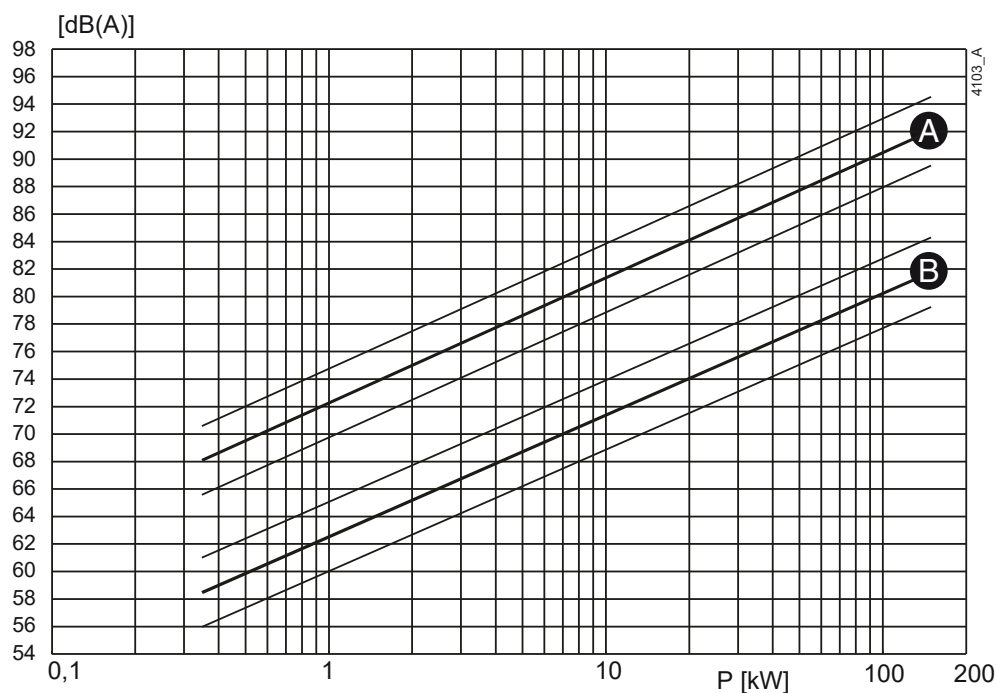
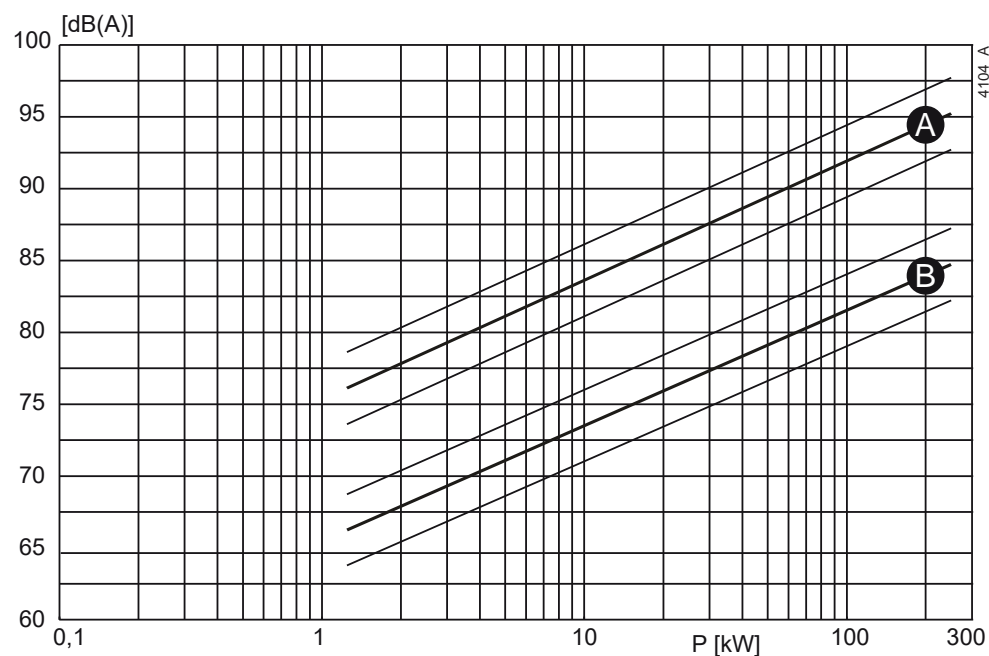

Figure 30: Niveau sonore en fonction de la puissance de la pompe [kW] à  $1450 \text{ min}^{-1}$
Figure 31: Niveau sonore en fonction de la puissance de la pompe [kW] à  $2900 \text{ min}^{-1}$
- 1 Déterminez le niveau sonore ( $L_1$ ) de la pompe, voir figure 30 ou figure 31.